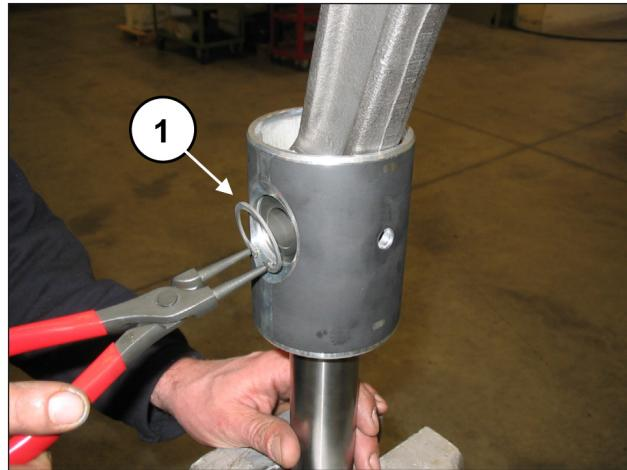

Fig. 44
Dégager l'axe de piston (rep. ①, Fig. 44) et extraire la bielle (rep. ①, Fig. 45).
Introduire la bielle dans le guide de piston (rep. ①, Fig. 45), puis engager l'axe de piston (rep. ①, Fig. 44). Monter deux circlips d'appui à l'aide de l'outil approprié (rep. ①, Fig. 43).